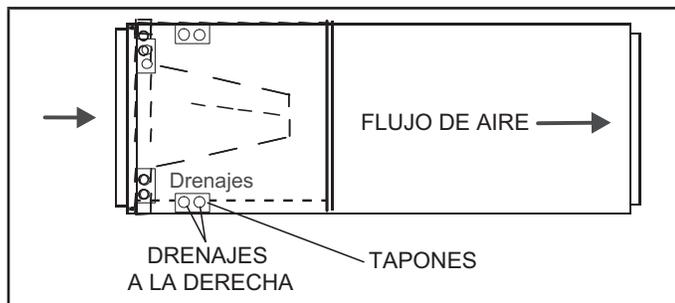

FIGURA 6. Configuración de descarga a la derecha
- 4 - La configuración horizontal se muestra en la Figura 6.
NOTA: Las secciones horizontales deben tener un respiradero (tubo vertical) antisifón instalado adelante de la sección horizontal. Ver la Figura 6. Una sección horizontal extremadamente larga podría requerir una línea de drenaje sobredimensionada para eliminar las trampas de aire.